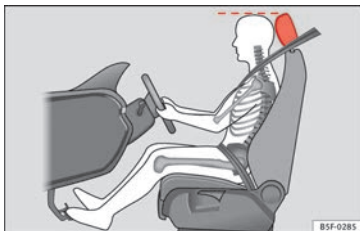

Fig. 47 Posición correcta del apoyacabezas del conductor.
- Ajuste el apoyacabezas de modo que el borde superior del mismo quede a la altura de la parte superior de su cabeza » **fig. 47.**